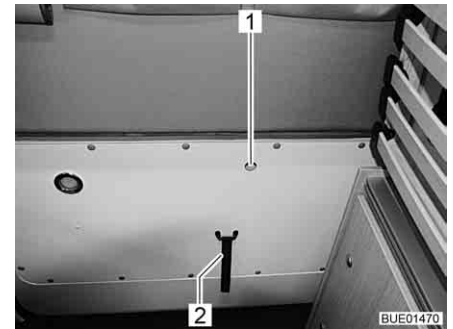

Fig. 36 Desbloqueo de la trampilla trasera, en el interior
- Tira hacia arriba de la palanquita que hay en la abertura (Fig. 36,1) con el dedo y empujar la trampilla trasera al mismo tiempo.
- Coger el borde de la trampilla trasera o el lazo (Fig. 36,2) y cerrar la trampilla trasera.